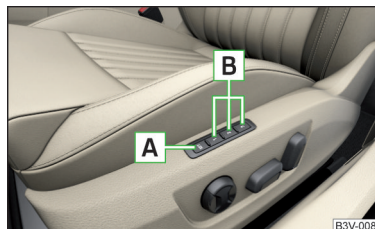

Fig. 73
Fiecareia dintre cele trei taste de memorare **B** » fig. 73 îi poate fi alocată câte o poziție de reglare.
- › Apăsați tasta **SET** (poziția **A**) » fig. 73).
- › Apăsați tasta de memorare dorită **B** » fig. 73.
- › Apăsați și mențineți apăsată o tastă oarecare de memorare **B** » fig. 73 la pagina 86.
► Apăsați tasta **SET** (poziția **A** » fig. 73 la pagina 86) și mențineți-o apăsată.